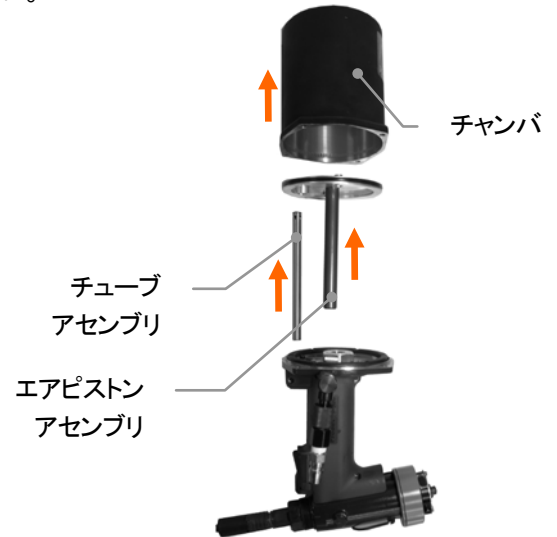

図7-21
- (4)チャンバを上にして垂直に立て、チャンバを上方に引き抜いてください。次にチューブアセンブリとエアピストンアセンブリを上方に引き抜いてください。(図7-21)スリーブ内に入っている油圧オイルを廃棄してください。